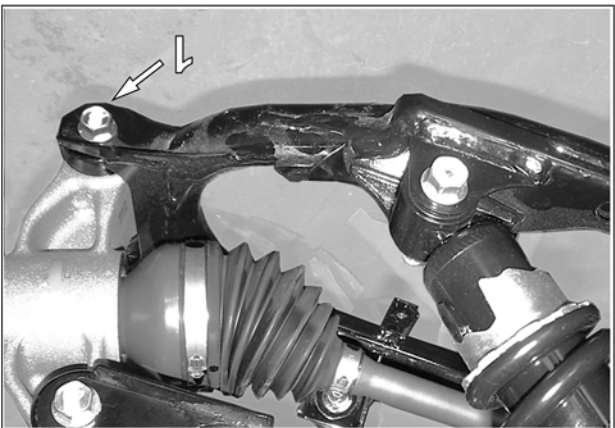

Fig. 6
5. Retirer le boulon de fixation (1) qui relie le bras inférieur de suspension au moyeu de roue. Voir la Fig. 6